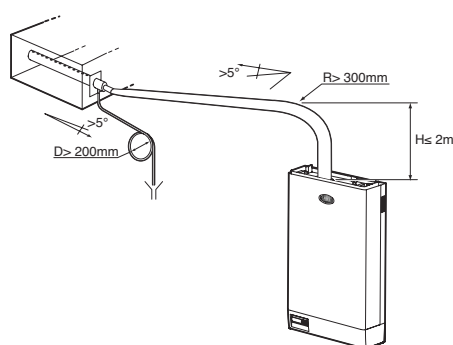

Рис. 8.6.2
1. Подъем вертикально вверх на высоту не менее 300 мм, далее сгиб с радиусом не менее 300 мм и постепенный наклон вниз не менее 5° (см. Рис. 8.6.2);
Конец трубки для отвода конденсата подсоединяется к ближайшей дренажной системе с минимальным наклоном 5° для обеспечения самотека (см. Рис. 8.6.2).